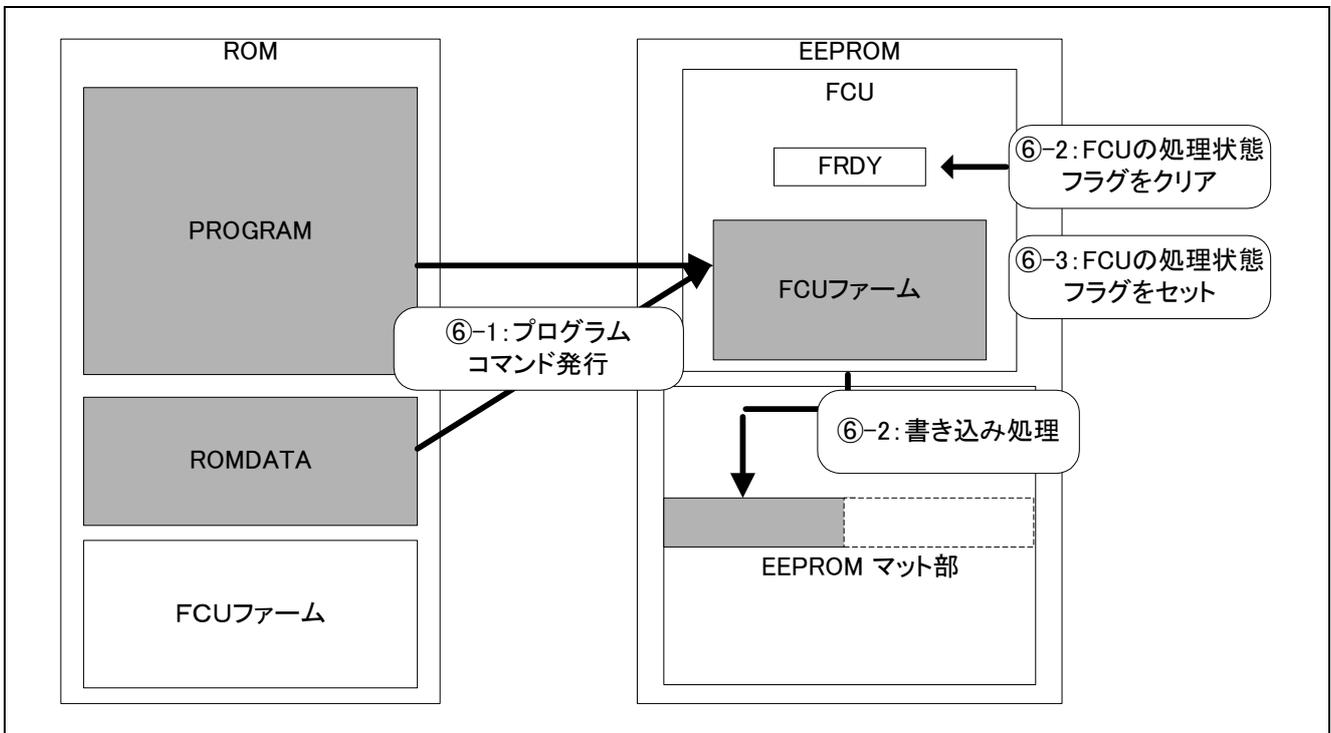

図 3.5 データ書き込みのイメージ図
- ⑥ プログラムコマンドの発行による、書き込み対象領域へのデータ書き込み
- ⑥-1:表 3.3 に示した順で、FCUにプログラムコマンドを発行します。
- ⑥-2:FCU が正常にプログラムコマンドを受けると、コマンドが発行されたアドレス領域にデータの書き込み処理を行います。書き込み処理が行われている間はFRDYが自動的に0にクリアされます。
- ⑥-3:書き込み処理が終了すると FRDYに1がセットされます。
- 図 3.5 にデータ書き込みのイメージ図を示します。